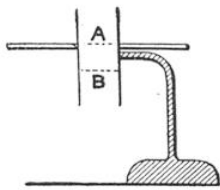

FIG. 9. — DANS UNE PILE THERMO-ÉLECTRIQUE EXPOSÉE À L'AIR PENDANT LA NUIT, LA FACE «A» Tournée VERS LE ZÉNITH EST À UNE TEMPÉRATURE PLUS BASSE QUE LA FACE «B»
Il est souvent intéressant de suivre un phénomène d'instant en instant. Cela est assez facile pour le rayonnement nocturne. Il suffit de prendre une pile thermoélectrique. Sans revenir sur le fonctionnement d'une telle pile (1), indiquons simplement qu'elle produit un courant dans un circuit sur lequel elle est fermée, lorsqu'une différence de température existe entre ses deux faces *A* et *B* (fig. 9). La pile étant dressée verticalement, de manière que sa face *A* soit tournée vers le zénith et sa face *B* vers le sol, la face *A* prend une température inférieure à celle de *B*, et d'autant plus basse que le rayonnement nocturne est plus
(1) Voir l'article de M. Marcel Boll sur la « Thermo-électricité », dans le n° 121 de *La Science et la Vie*.